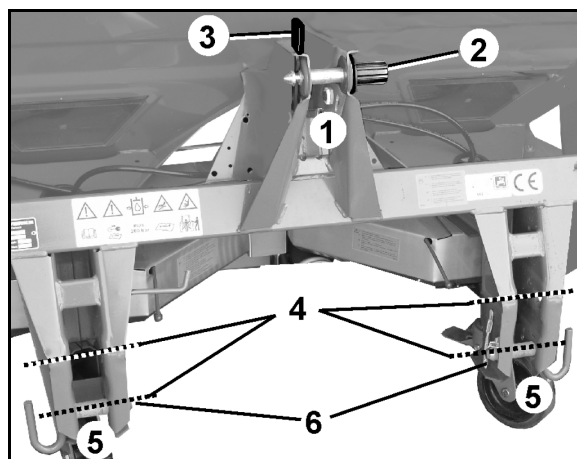

Рис. 37
2. Очистите первичный вал редуктора (Рис. 37/1).
4. Выверните фиксирующий винт (Рис. 37/6).
5. Поверните защитную воронку (Рис. 37/2) в положение для монтажа (Рис. 37/7).
7. Ослабьте контргайку (Рис. 37/3) на соединительной вилке фрикционной муфты (настолько чтобы установочный винт больше не выступал над контргайкой), выверните установочный винт с внутренним шестигранником (Рис. 37/4) и проверьте, легко ли надевается соединительная вилка на приводной вал.
Обращайте внимание на полное перекрытие призматических шпонок (Рис. 37/5)!
9. Зафиксируйте карданный вал от осевого смещения. Для этого прочно затяните торцовым шестигранным ключом установочный винт и законтрите гайкой (Рис. 37/3).
2. Ослабьте контргайку (Рис. 37/3) на соединительной вилке фрикционной муфты. Вывинтите установочный винт (Рис. 37/4).